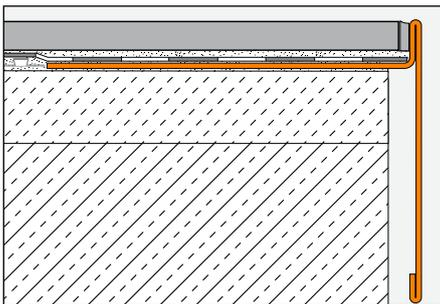
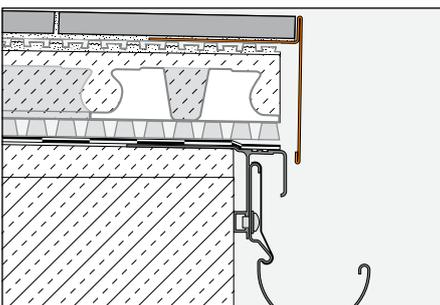

Fig. 4
Fig. 5
### Procedimiento para la colocación permanente en combinación con un revestimiento cerámico con BARA-RT (fig. 4 y 5)
2. El perfil BARA-RT se debe instalar incrustando el ala de fijación con perforaciones trapezoidales en la capa de contacto de adhesivo de capa fina, aplicada sobre el borde del solado (fig. 4), o en la lámina de drenaje Schlüter-DITRA-DRAIN (fig. 5) previamente instalada, y cubriéndola completamente.